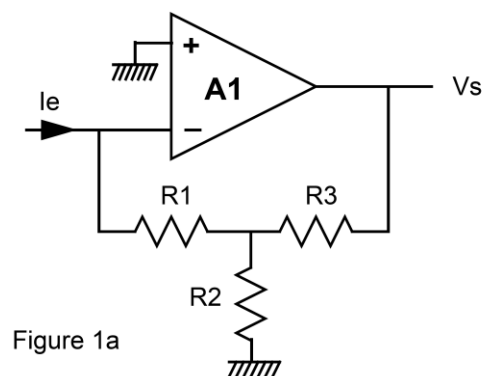

Figure 1a
- Déterminer l'expression du gain  $V_s/i_e$  pour le circuit de la figure 1a. Comment doit-on choisir la valeur de  $R_1$  par rapport à  $R_2$  et  $R_3$  pour que l'expression se simplifie en faisant apparaître l'expression du diviseur de tension  $R_2/R_3$  ?